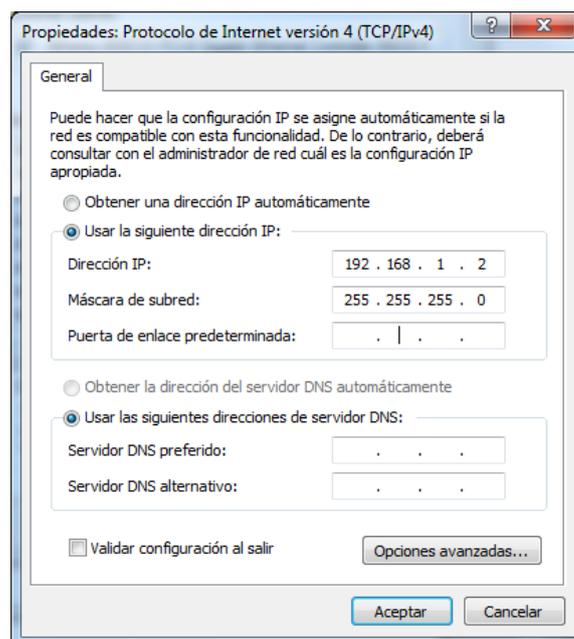

Figura 7:Asignación dirección IP: Paso 4.
4.- Dentro de la pantalla de propiedades abierta, **Figura 7**, Asignar una IP libre en el mismo rango del ePick.